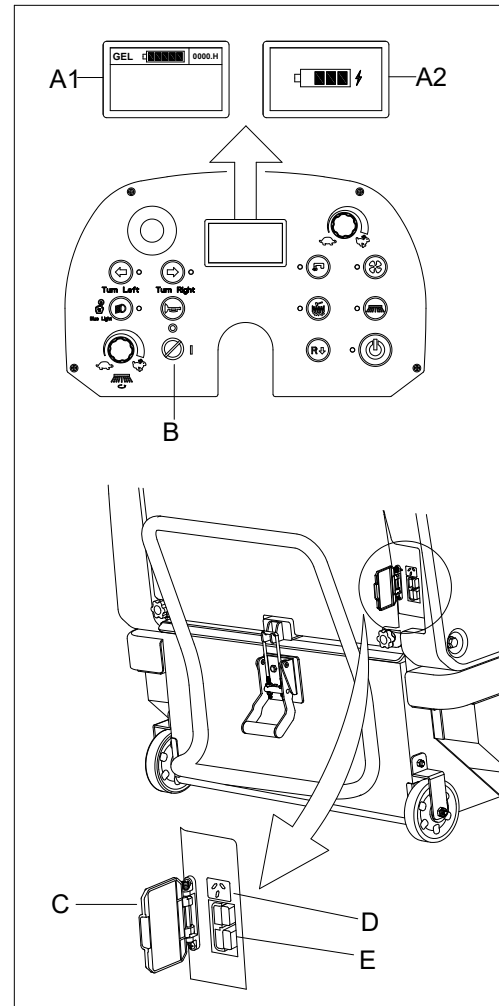

Figura 18
2. Coloque a chave de ignição (B, Figura 18) em “O”.
4. Abra a tampa de proteção (C, Figura 18). Ligue o conector do carregador externo ao conector (E, Figura 18) da máquina. Quando o carregador externo está ligado à máquina, todas as funções da máquina são excluídas automaticamente.
8. Introduza a chave de ignição (B, Figura 18) e posicione-a em “I”. Controle o nível da bateria no visor multifunções (A1, Figura 18).
9. Abra a tampa de proteção (C, Figura 18). Conecte o cabo de alimentação à ficha do carregador de bordo (D, Figura 18) na máquina e, em seguida, conecte a outra extremidade do cabo de alimentação à tomada de parede.
10. O estado de carregamento pode ser verificado no visor multifunções (A2, Figura 18).
13. Introduza a chave de ignição (B, Figura 18) e posicione-a em “I”. Controle o nível da bateria no visor multifunções (A1, Figura 18).